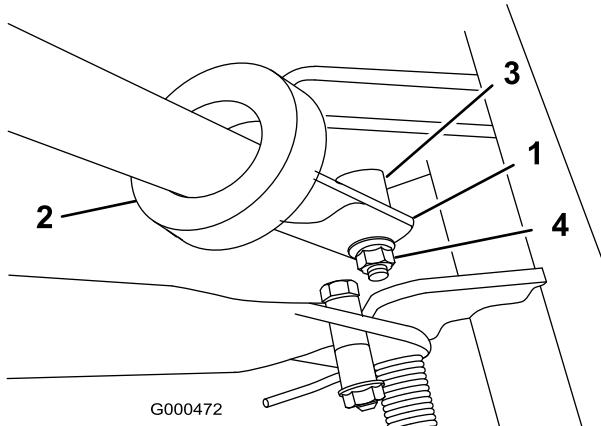

図 5
- ハンドル・サポート・アームの溝にハンドルを差し込む(図5)。
3. 左右のハンドル端を内側に押し縮めるようにして、ピボット・ピンの段部に取り付ける（図 5）。
4. フランジ・ロックナットを使って、ハンドルをキャップスクリュとピボット・ピンに固定する（図 5）。